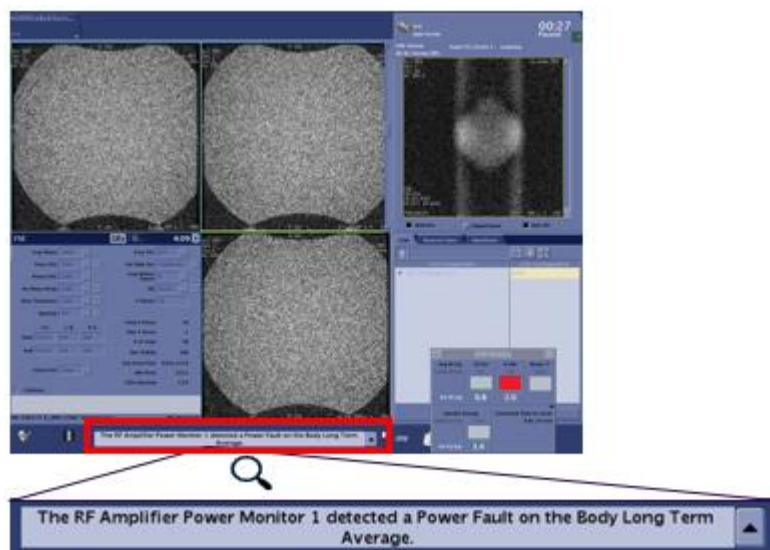

Figura 3. Mensagem na interface do usuário informando que uma falha de energia foi detectada devido ao disparo do Power Monitor.
- c) a mensagem mostrada na (**Figura 3**) aparece brevemente na interface do usuário. OBSERVAÇÃO: esta mensagem aparece e posteriormente é substituída por “Please press start scan button” (Pressione o botão iniciar a varredura).